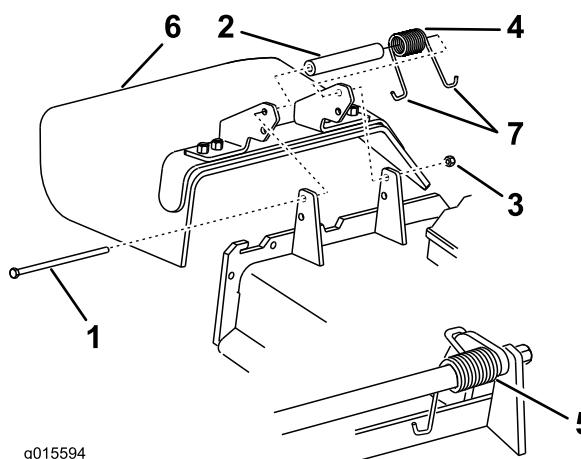

Figura 86
Nota: Certifique-se de que está instalada uma extremidade em J por detrás da extremidade da plataforma antes de colocar o parafuso como se mostra na Figura 86.
6. Coloque uma extremidade em gancho J da mola em torno do defletor de relva (Figura 86).
1. Retire a porca de bloqueio, o parafuso, a mola e o espaçador que fixam o defletor aos apoios de articulação (Figura 86).